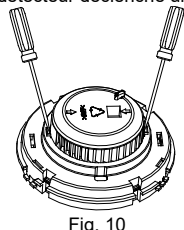

Fig. 10
- a) Ouvrez le couvercle supérieur du détecteur et retirez la cellule sensible en soulevant légèrement ses deux côtés à l'aide d'un tournevis droit, comme illustré à la Fig. 10.